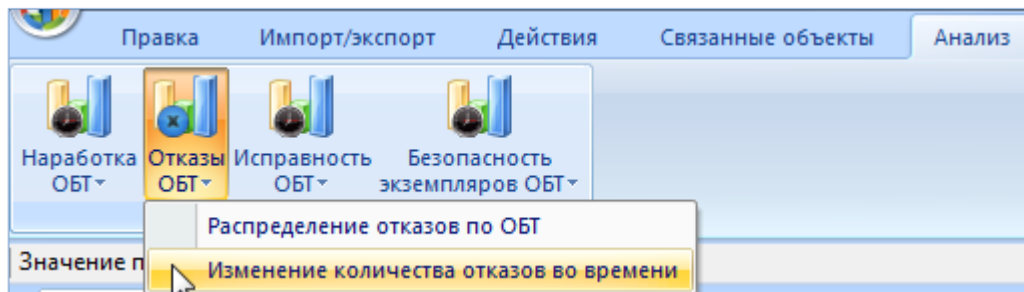

Рис. 26-69 – Выбор диаграммы по неисправностей
3) Нажать кнопку «неисправности ФИ» панели «Диаграммы» на вкладке «Анализ» и выбрать пункт «Изменение количества неисправностей во времени» (рис. 26-69).